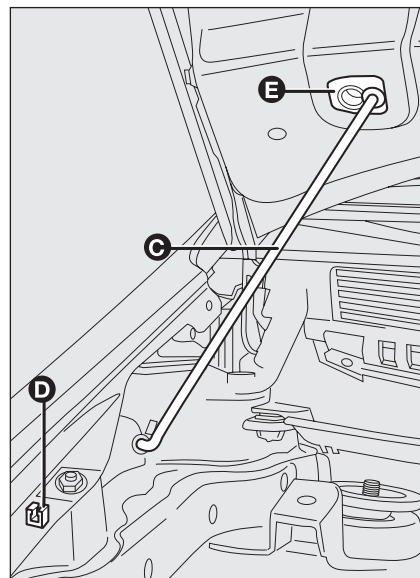

fig. 120
- ☐ soulever le capot et libérer simultanément la béquille de maintien **C-fig. 120** du dispositif de blocage **D**, puis engager l'extrémité de la béquille dans l'emplacement **E** du capot.
- ☐ tenir le capot soulevé d'une main et de l'autre enlever la béquille **C-fig. 120** du logement **D** et la remettre dans son dispositif de blocage **E** ;